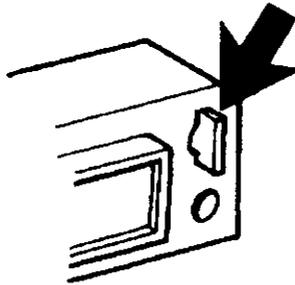

FIGURA 2.24. Enclavamiento de conectado puerta abierta VPOC.
**Enclavamiento de conectado puerta abierta VPOC**- Este enclavamiento impide la inserción de la manivela cuando la puerta de la celda está abierta, bloqueando la conexión o desconexión del interruptor, sólo es para interruptores removibles ya que el dispositivo de enclavamiento se monta sobre el chasis del lado derecho. Este enclavamiento se ve en la figura 2.24.